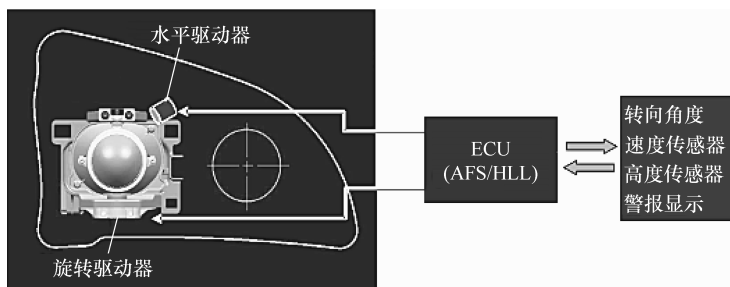

图 1-33 AFS 结构
(2) AFS 的组成与原理 AFS 控制系统由前照灯控制 ECU、高度传感器、转向角度传感器、速度传感器、前照灯水平驱动器、前照灯旋转驱动器、警报显示系统以及自调前照明关闭开关组成,如图 1-33 所示。